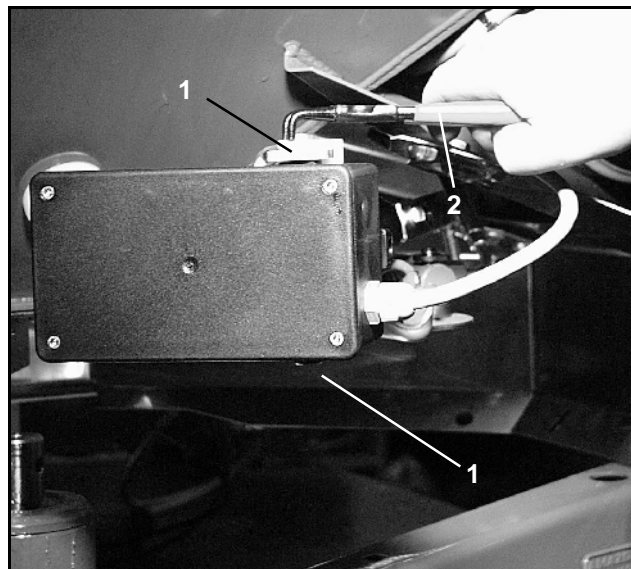

Fig. 5
- Demontera de båda låsringarna (Fig. 5/1) med en låsringstång (Fig. 5/2).